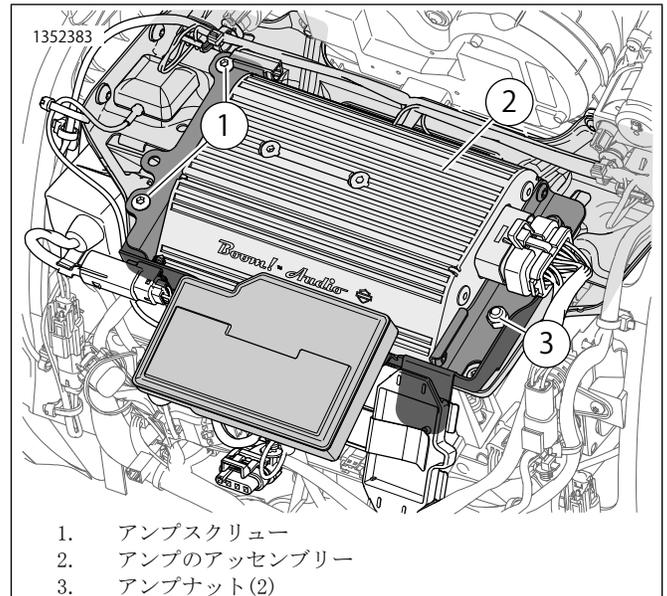

図8。アンプの取り付け
2. 図8を参照してください。アンプを設置します。
- ・ このアンプが6個、あるいは8個のスピーカーを有効にするためのセカンダリアンプと一緒に使用されている場合は、[162]および[313]に関する接続詳細について、「表1」、「表2」、キット76000280を参照してください。FLHX(S) [162] (F) ラジオからの4ウェイモレックスリアチャンネル出力。アンプなしのスピーカー出力に使用されます。「図8」を参照。主要アンプと一緒に使用されず、セカンダリアンプの入力に使用されます。「図10」を参照してください。FLHTC/FLHTK/TRIKE [162] (R) ラジオからの16ウェイモレックスリアチャンネル出力。全てのリアスピーカーポッド配線を含みます。アンプを使用するために69200714をインストールします(ステップ7を参照)。フェアリングアンプ[313]主要アンプの4ウェイモレックスリアチャンネル出力は、サドルバッグスピーカー、リアポッドやフェアリングロアに使用が可能です。6個や8個のスピーカーに使用されている場合のフェアリングロア専用。